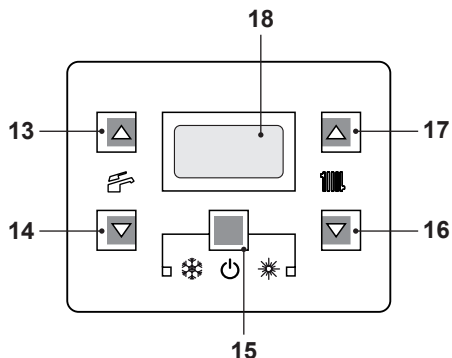
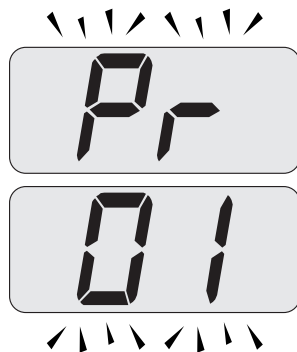
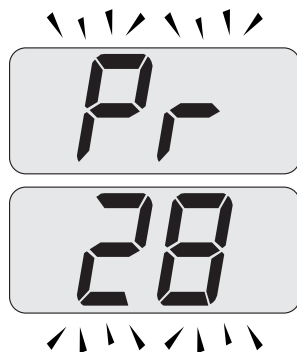

Figura 9.1
Figura 9.2
Figura 9.3
- Entrare in "modalità programmazione" premendo contemporaneamente per 10 secondi i tasti 15 - 16 - 17 (Figura 9.1) fino a far apparire sul display LCD le lettere **Pr** che si alternano con il codice **01**, indicanti l'entrata nel "parametro 01" (Figura 9.2).
- Scorrere i vari parametri utilizzando i tasti 16 o 17 fino a far apparire sul display LCD le lettere **Pr** che si alternano con il codice **28**, indicanti l'entrata nel "parametro 28" (Figura 9.3).
- Premere contemporaneamente i tasti 15 e 17 (Figura 9.1) fino a far apparire sul display LCD il valore del parametro 28 (es. 12 valore di default) (Figura 9.4).
- Premendo il tasto 15 (Figura 9.1) si ottiene la conferma del valore inserito.
- Premendo contemporaneamente i tasti 15 e 16 (Figura 9.1) si esce senza modificare il valore (ritorno alla lista parametri Figura 9.3).
- Premendo contemporaneamente per 10 secondi i tasti 15 - 16 - 17 (Figura 9.1) si esce dalla "modalità programmazione".